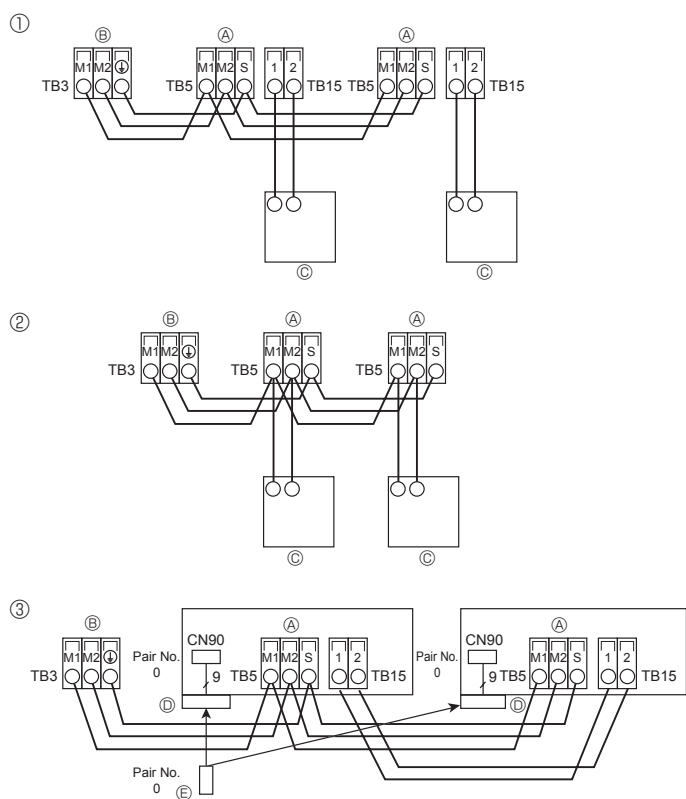

Fig. 6-3
6.4. Ligação dos cabos de transmissão do controlo remoto e das unidades interior e exterior (Fig. 6-3)
① Controlo remoto MA
② Controlo remoto M-NET
③ Controlo remoto sem fios (durante a instalação do receptor de sinal sem fios)